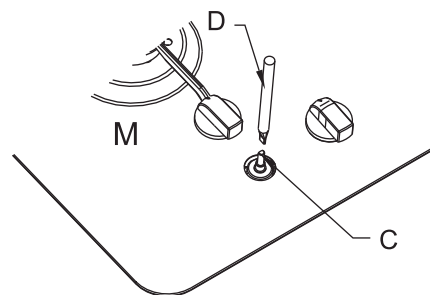

FIG.11
- Pour régler la taille de la flamme de la position petit feu (Voir Fig : 11) :